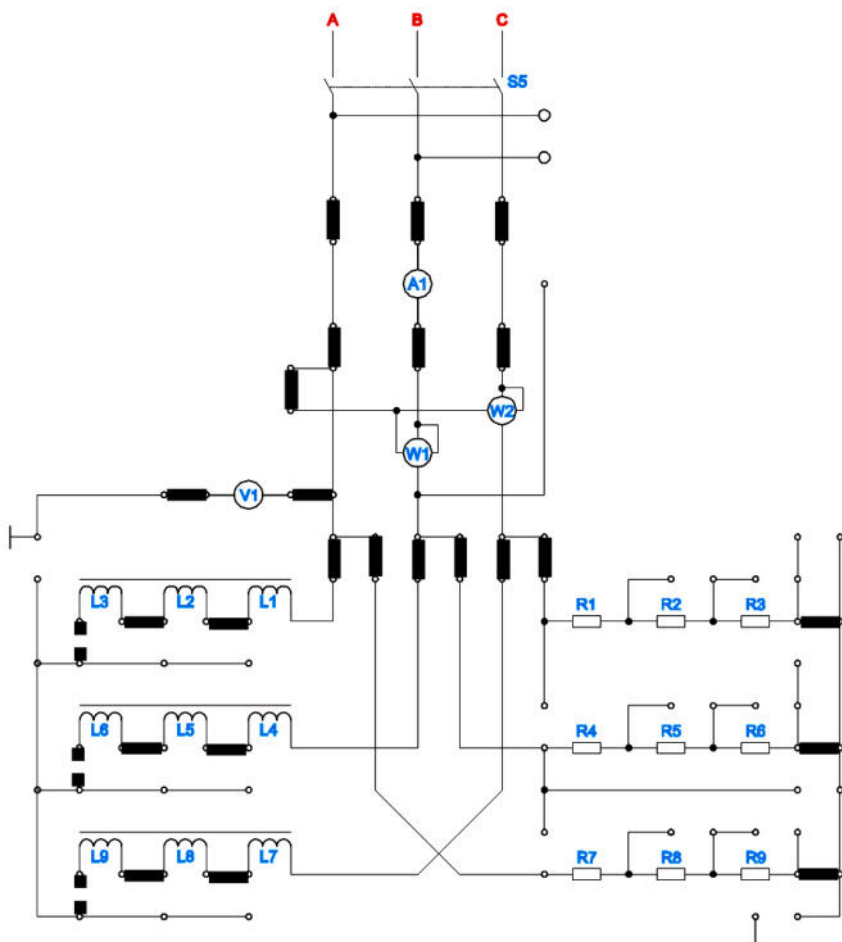

Рисунок 5.1 Монтажная схема двух ваттметров
1. Соберите схему рисунок 5.1 Включите стенд, затем тумблер включения питания **S5**.